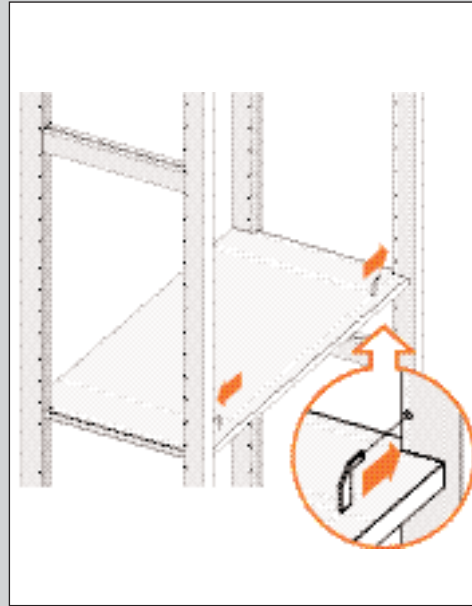

ABBILDUNG 57
2. Schlagen Sie den unteren Teil der Halterungen ein wenig in den Ständer ein (siehe Abb. 57).